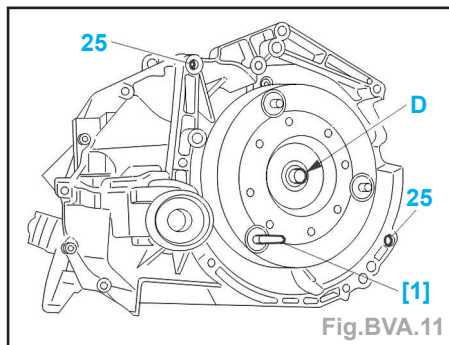

Fig. BVA.11
- S'assurer de la présence des bagues de centrage (25) (Fig. BVA.11).